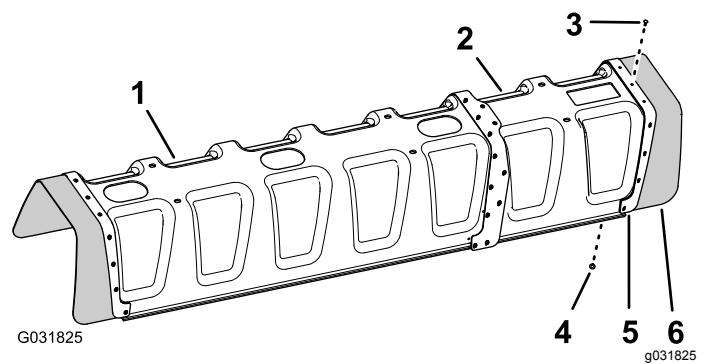

Figura 149
5. Alinee los orificios de la cubierta de goma y la pletina de refuerzo (una fila) que retiró en el paso 2 con los orificios del extremo de la extensión de la cubierta (Figura 149).